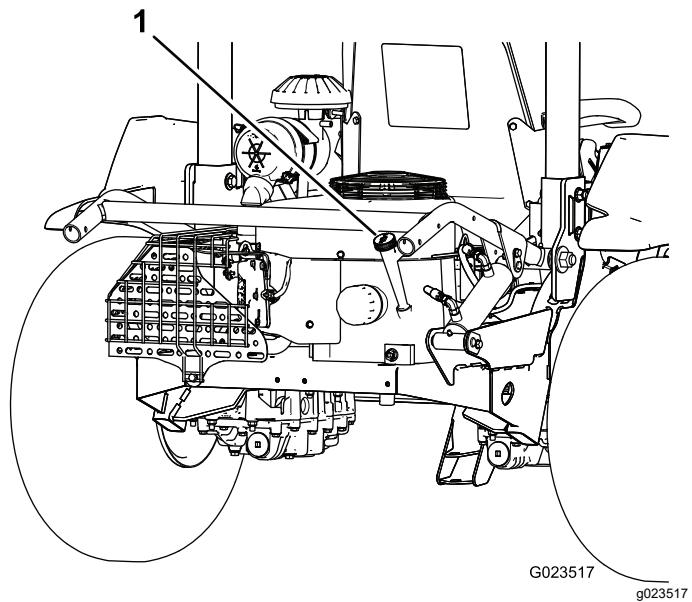
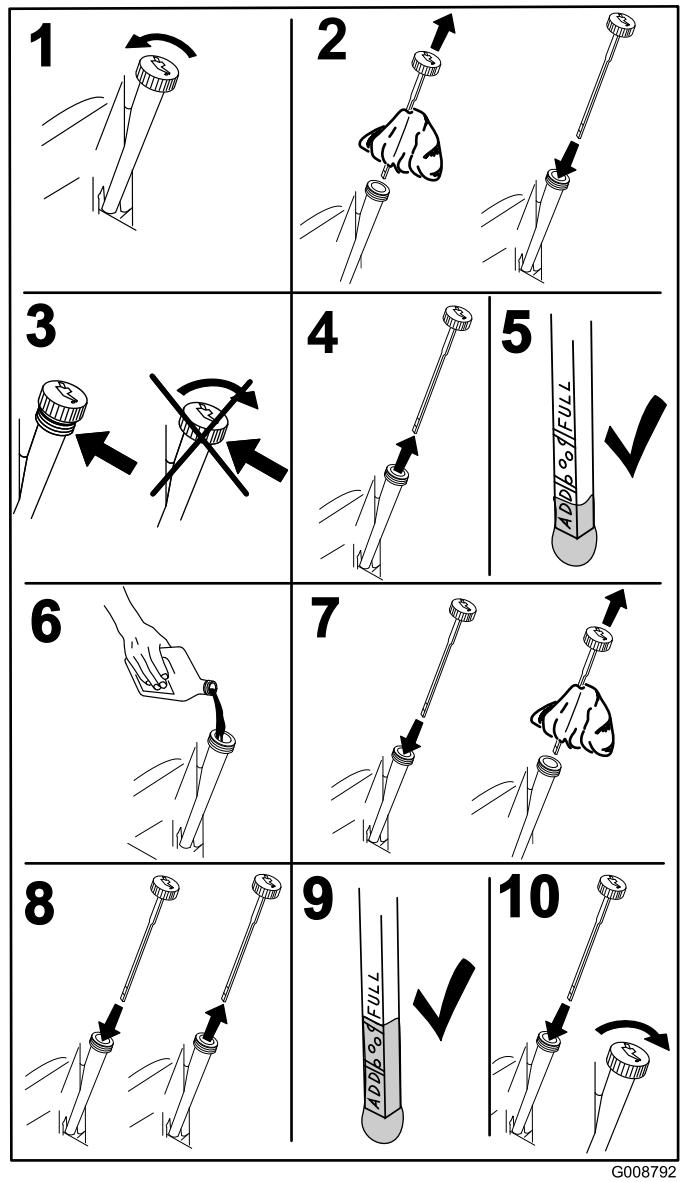

Bild 33
Bild 34
2. Ziehen Sie den Peilstab heraus (Bild 33) und wischen Sie ihn mit einem sauberen Lappen ab (Bild 34).